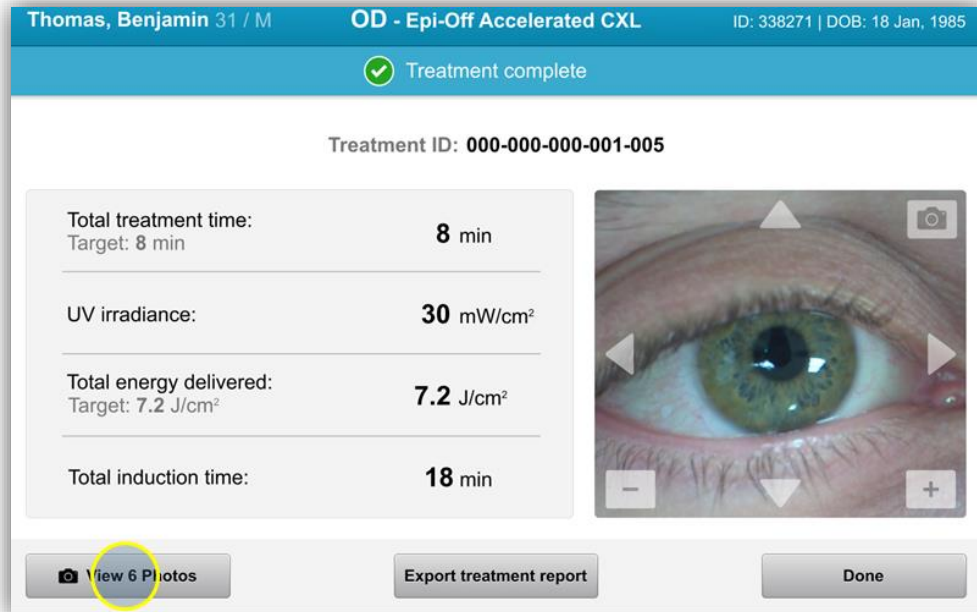

Figura 3-33. Schermata Treatment Complete (Trattamento completato)
- Al termine di un trattamento verrà visualizzato un riepilogo dei parametri di trattamento e la schermata indicherà “Treatment complete” (Trattamento completato), come mostrato nella Figura 3-33.
- Selezionare “View Photos” (Visualizza foto) per accedere alla galleria fotografica, come mostrato nella Figura 3-33.